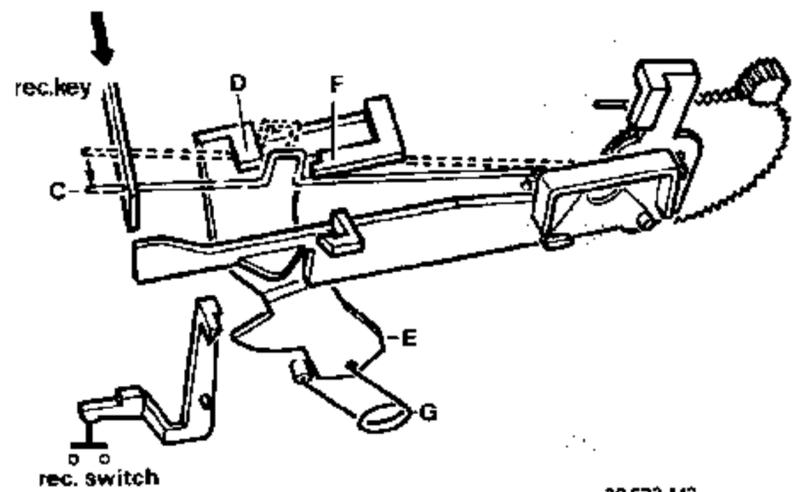
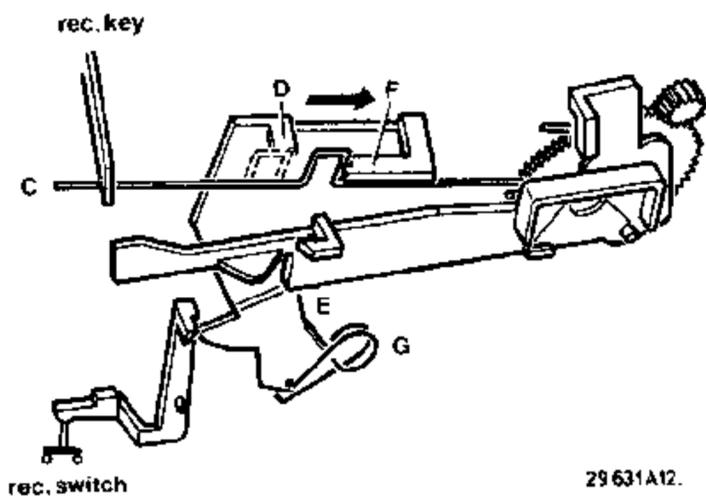
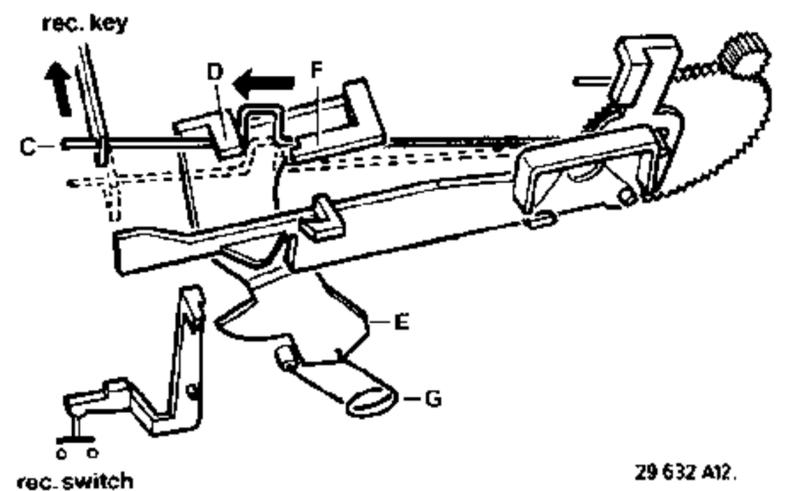

Fig. 2b
Fig. 2c
Fig. 2d
Another key requiring a considerable actuating force in mechanically controlled tape-transport mechanisms is the record key. In the MSM tape transport mechanism two record switches need be servo-controlled. Fig. 2 shows the principle of operation. Pin A on the drive gearwheel is situated in a slotted hole of bracket B. When the drive wheel rotates, its rotating movement is converted into a linear movement of threaded rod C. When pressing the record key, pushes threaded rod C will be pushed forward (Fig. 2b). During its movement to the right threaded rod C will press against boss F, causing bracket E to rock over to the right, which motion is assisted by spring G. Bracket E actuates the two record switches which are thus brought in the record mode (Fig. 2). To leave the record mode it suffices to release the record key. Threaded rod C will then move back to its starting position. During its movement to the left, threaded rod C will press against boss D, causing bracket E to rock over to the left and resulting in the release of the record switches (Fig. 2d).
Een andere functie welke in mechanisch bediende loopwerken een opmerkelijke bedieningskracht vraagt is de opneemtoets. In het MSM loopwerk dienen er twee opneemschakelaars servo te worden bediend. Fig. 2 geeft de principe werking aan. Een pen A op het aandrijftandwiel zit in een slobgat van de beugel B. Wanneer het aandrijfwiel draait wordt deze draaiende beweging omgezet in een rechtlijnige beweging van draadstang C. Wanneer de Rec-toets wordt ingedrukt, wordt draadstang C naar voren gedrukt (Fig. 2b). Tijdens de naar rechtsgaande beweging van draadstang C zal deze tegen nok F komen waardoor beugel E naar rechts zal omklappen. Veer G versterkt dit omklappen. Beugel E bedient de twee recordingschakelaars en staan nu in de recording positie (Fig. 2c). Om weer uit de recording positie te komen is het alleen maar nodig om de Rec-toets te ontgrendelen. Draadstang C zal dan weer naar achteren gaan. Tijdens de naar linksgaande beweging van C zal deze tegen nok D komen waardoor beugel E naar links zal omklappen en de recordingschakelaars weer ontgrendeld zijn (Fig. 2d).
Une broche (A) sur la roue d'entraînement est placée dans le trou oblong de l'étrier B. Lorsque la roue d'entraînement tourne, ce mouvement rotatif est converti en un mouvement rectiligne de la tige C. Lorsque la touche REC est enfoncée, la tige filetée C est poussée en avant (Fig. 2b). Du fait que la tige filetée C se dirige vers l'avant elle pressera contre la came F, l'étrier E basculera alors vers la droite. Le ressort G renforcera ce basculement.
L'étrier E commande les deux commutateurs d'enregistrement qui se trouvent ainsi en position d'enregistrement (Fig. 2c).
La tige filetée C reculera de nouveau. Lors du mouvement de C vers la gauche, la tige touchera la came D, l'étrier E basculera alors vers la gauche et les commutateurs d'enregistrement seront de nouveau de verrouillés (Fig. 2d).
Wenn die "REC"-Taste gedrückt wird, wird Gewindestange C nach vorne gedrückt (Bild 2b). Während der rechtsgängigen Bewegung wird Gewindestange C an Nocken F gelangen, demzufolge wird Bügel E rechtsherumkippen. Feder G fördert den Kippgang.
Bügel E bedient die beiden "REC"-Schalter, die sich nun in der "REC"-Stellung befinden (Bild 2c).
Um das Laufwerk aus der "REC"-Stellung zu bringen, braucht nur die "REC"-Taste entriegelt zu werden. Gewindestange C wird sich dann rückwärts bewegen. Während der linksgängigen Bewegung wird Gewindestange C an Nocken D gelangen; demzufolge wird Bügel E linksherumkippen und werden die "REC"-Schalter entriegelt sein (Bild 2d).
Quando il tasto REC viene premuto, l'astina filettata C viene spinta in avanti (Fig. 2b). Dal fatto che l'astina filettata C vada in avanti, essa premerà contro la cama F, la squadra E ribalterà allora verso la destra. La squadra E comanda i due commutatori di registrazione che vengono così messi in posizione di registrazione (Fig. 2c).
L'astina filettata C ritornerà indietro. Durante il movimento di C verso la sinistra, l'astina toccherà la cama D, la squadra E ribalterà allora verso la sinistra e i commutatori di registrazione saranno di nuovo sbloccati (Fig. 2d).